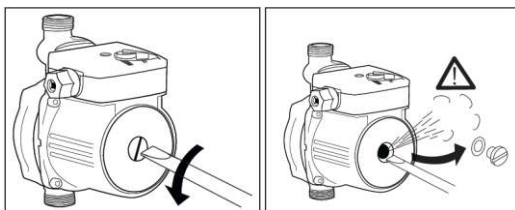

рис.5
- 6.4. На работающем насосе необходимо отвинтить пробку для удаления воздуха из корпуса насоса. (рис.5)
16.1. Перед первым запуском насоса из него следует удалить воздух. Для этого необходимо отвернуть пробку на корпусе электродвигателя и дождаться появления в открытом отверстии рабочей жидкости. После этого пробка устанавливается на место. (рис.5)